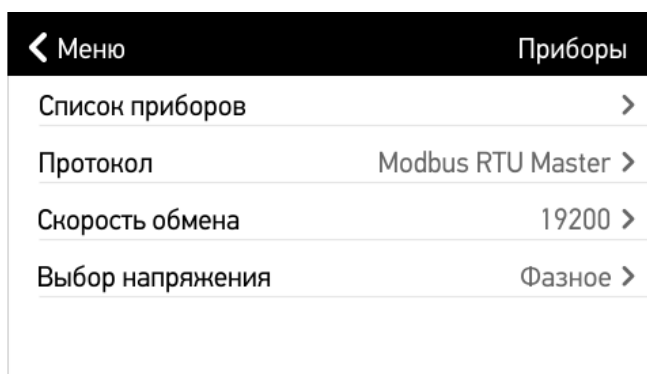

Рисунок 5.25. «Настройки» -> «Приборы».
- **«Приборы»** содержит информацию обо всех записанных в модуль индикации измерительных приборах и протоколе взаимодействия между ними (рисунок 5.25).